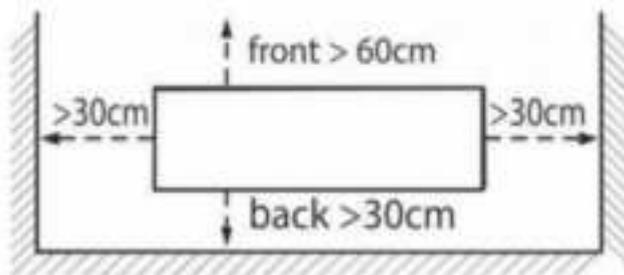

Fig.1
3. L'unité de refroidissement doit être installée dans un endroit bien ventilé. Gardez un espace libre d'au moins 30 cm pour l'arrière (entrée d'air) et les deux côtés et d'au moins 60 cm pour l'avant (entrée d'air sortie). Voir la Fig.1. Un espace plus grand doit être prévu lorsque la machine fonctionne à haute puissance. Sinon, l'efficacité du refroidissement sera réduite ou même provoquera un dysfonctionnement.